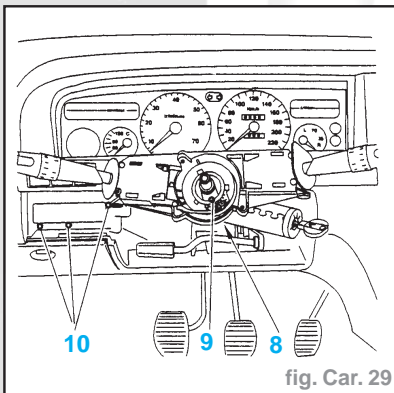
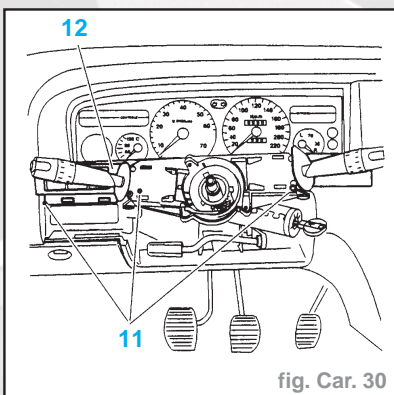

fig. Car. 29
fig. Car. 30
- Débrancher les connecteurs du capteur de volant et de l'autoradio (8) (fig. Car. 29).
- le capteur (9) de volant
- les trois vis (10)
- Déposer (fig. Car. 30) :